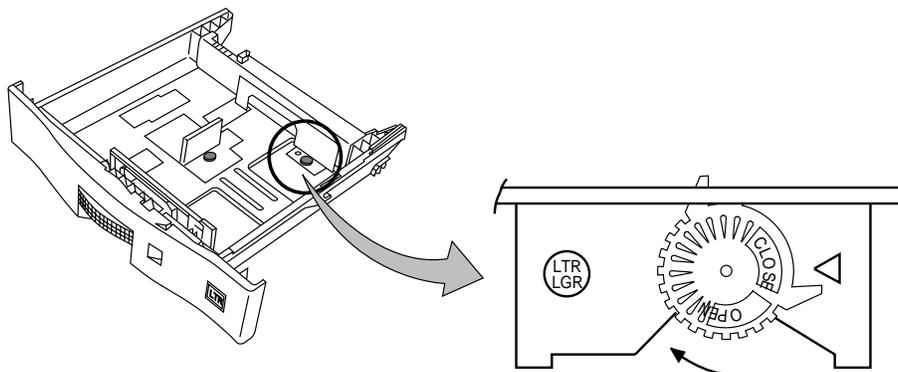

Figure 3-8 Verrouillage des guides papier
4. Tournez les dispositifs de verrouillage des guides papier dans le sens des aiguilles d'une montre en position FERME pour les verrouiller. (Figure 3-8).